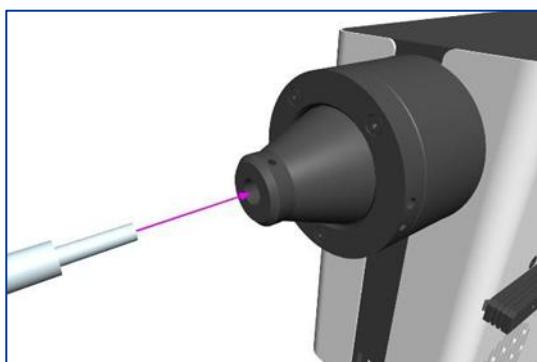

Figura 14
1. Insira uma extremidade livre de uma guia de luz líquida de 3 mm na fonte de luz, certificando-se de que a guia de luz está totalmente encaixada no tubo de saída da fonte de luz (Figura 14).